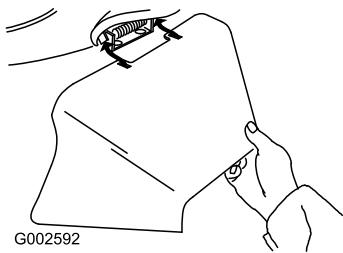

Figure 41
3. Montez l'éjecteur latéral et rabattez le volet sur l'éjecteur (Figure 41).